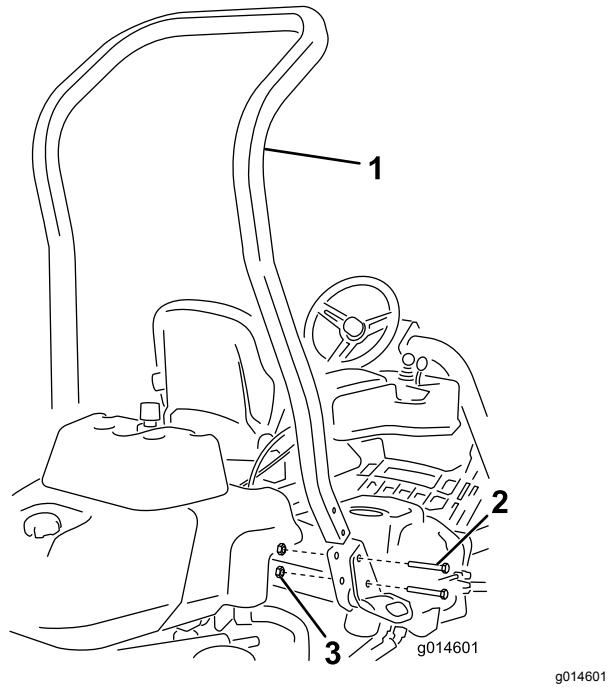

Bild 3
3. Befestigen Sie den Überrollbügel mit vier Schrauben (½" x 3¾") und vier Bundmuttern (½") in den Aussparungen an jeder Seite der Maschine, wie in Bild 3 dargestellt.